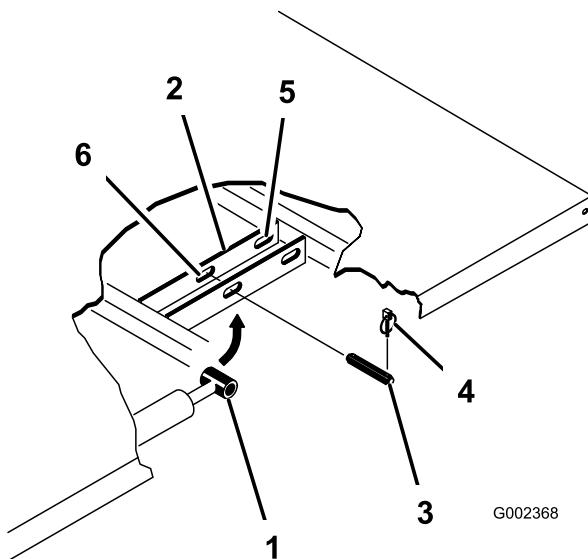

Figura 23
3. Rimuovete le coppiglie ad anello dalle estremità esterne dei perni con testa dell'asta del cilindro (Figura 23).
4. Rimuovete i perni con testa che fissano le estremità dell'asta del cilindro alle piastre di montaggio del pianale spingendo i perni verso l'interno (Figura 23).
5. Rimuovete le coppiglie ad anello ed i perni con testa che fissano le staffe orientabili ai profili del telaio (Figura 23)